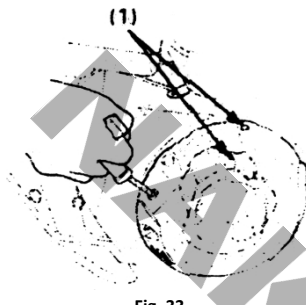

Fig. 33
- Tire de la maneta de arranque hasta notar resistencia. Siga tirando hasta que la muesca de la polea de arranque quede alineada con el orificio del arrancador de retroceso. (Fig. 33)